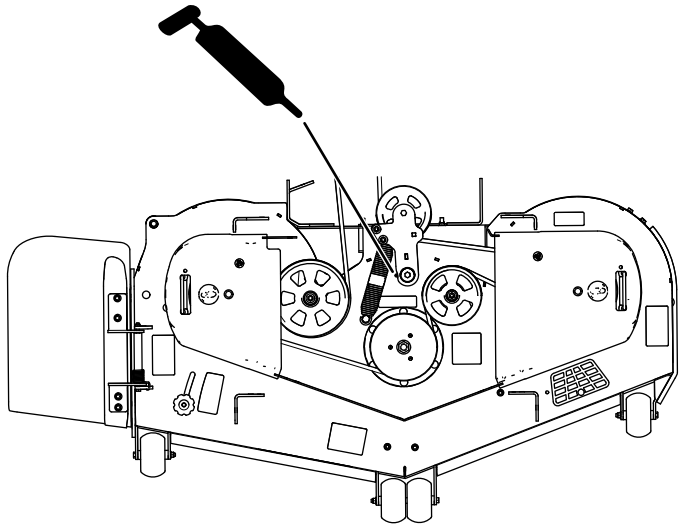

Figura 39
3. Engrase el pivote de la polea tensora de la carcasa de corte hasta que salga grasa por el extremo inferior (Figura 39).